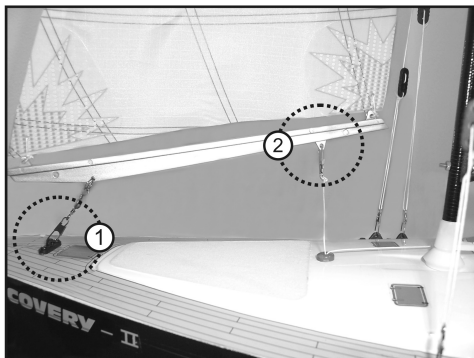

Afbeelding 6
- Steek, zoals getoond in afbeelding 6, pos. 1, de mast aan het bovendek in de opening van de masthouder.
- Bevestig de dwarsbalk (2) van het grote zeil (in zeiltermen „boom“ genoemd) met een M2-schroef/moer aan de mast (afbeelding 6, pos. 3).
ren, moet de „boom“, zoals getoond in afbeelding 6,